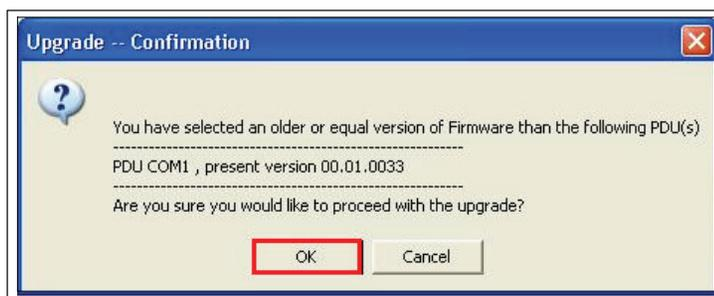

Figure 23. Vérification de la version de la mise à niveau
- 9 Un message de confirmation s'affiche. Si la version du micrologiciel NMC sélectionnée est antérieure à la version actuelle, un message vous invite à confirmer que vous souhaitez utiliser cette version pour la mise à niveau (voir Figure 23). Cliquez sur **OK** pour accepter la version ou sur **Cancel** pour revenir à l'étape 7 et sélectionner un autre fichier de mise à niveau de micrologiciel NMC.